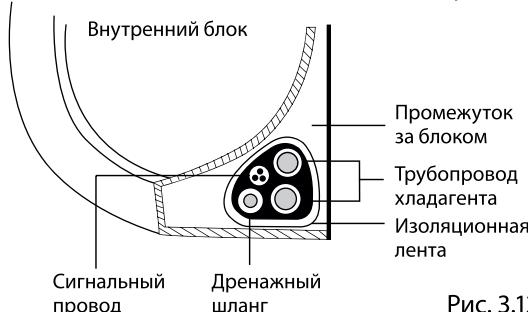

Рис. 3.12
1. Обвязите дренажный шланг, трубы хладагента и сигнальный кабель, как показано на рис. 3.12.
3. С помощью теплоизолирующей ленты плотно свяжите вместе сигнальный провод, трубы хладагента и дренажный шланг. Повторно проверьте, что комплект связан, как показано на рис. 3.12.